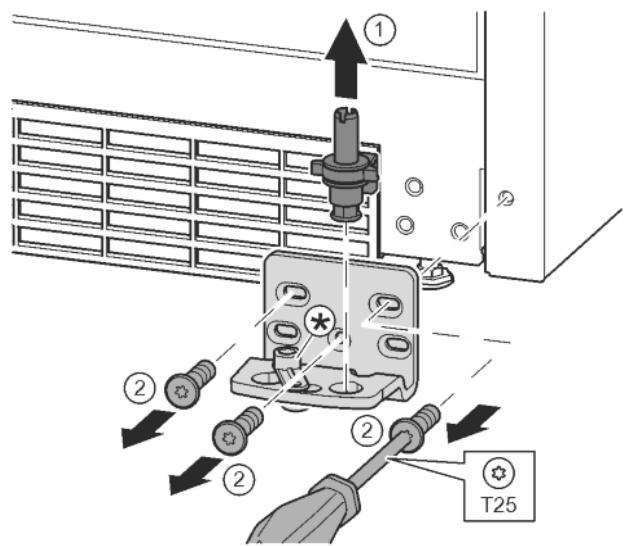

Fig. 13
- Опорний гвинт цілком витягніть рухом вгору. Fig. 13 (1)
- Викрутіть гвинти за допомогою викрутки T25 та зніміть опорний кронштейн. Fig. 13 (2)